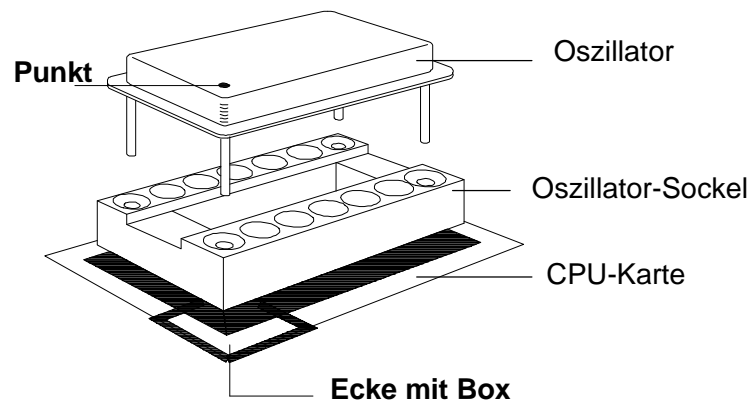

Abbildung 2-8 Installation des Oszillators
Abbildung 2-8 zeigt, wie der Oszillator installiert wird.
2. Tauschen Sie den Oszillator mit einem aus, der den gleichen Takt wie die CPU besitzt. Siehe Abbildung 2-8, wie der Oszillator installiert wird.